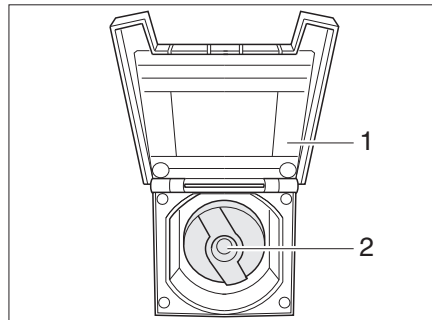

Fig. 334 Couvercle de fermeture pour bec de remplissage d'eau potable
- Ouvrir le clapet de fermeture (Fig. 334,1) vers le bec de remplissage d'eau potable.
- Insérer la clé dans le barillet (Fig. 334,2) et la tourner d'un quart de tour dans le sens inverse des aiguilles d'une montre.
- Ouvrir le bec de remplissage d'eau potable (Fig. 334).